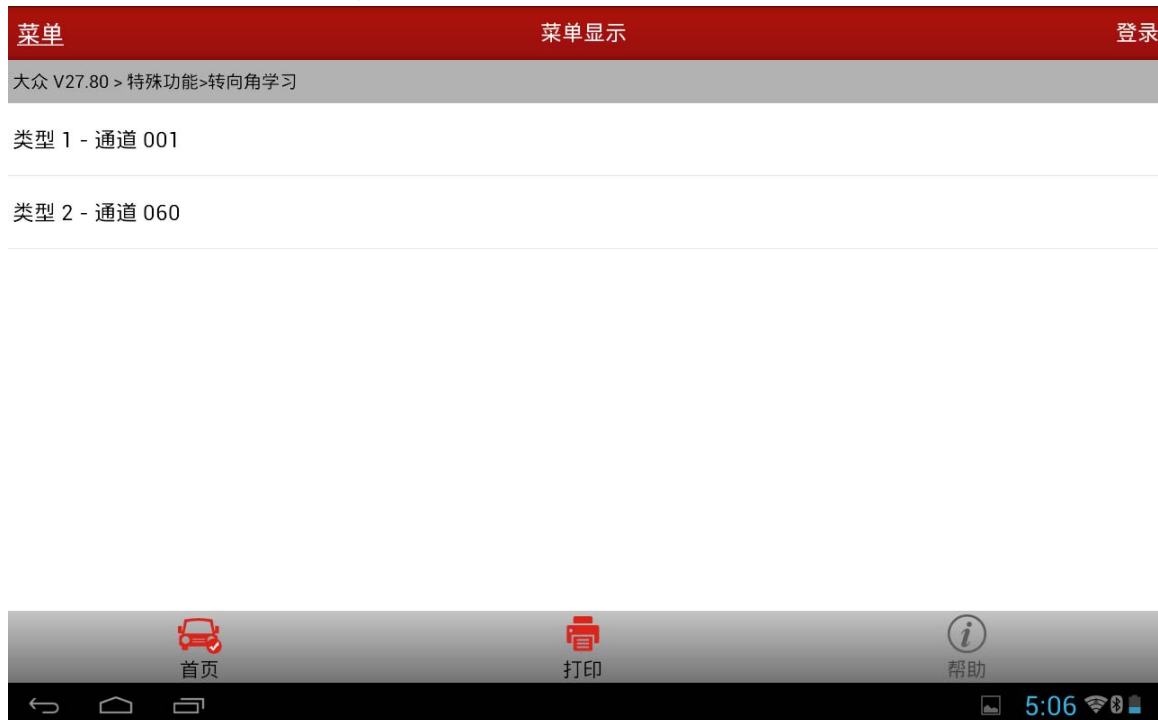

图 11
13). 执行【转向角归零-启动基本设置】，大众高尔夫，GTI，捷达和奥迪 TT 等车型，选择通道号 060；大众帕萨特和奥迪 A4/S4，A6/S6，以及 A8/S8 等车型选择通道 001，若选择【类型 1 - 通道 001】，如图 11；